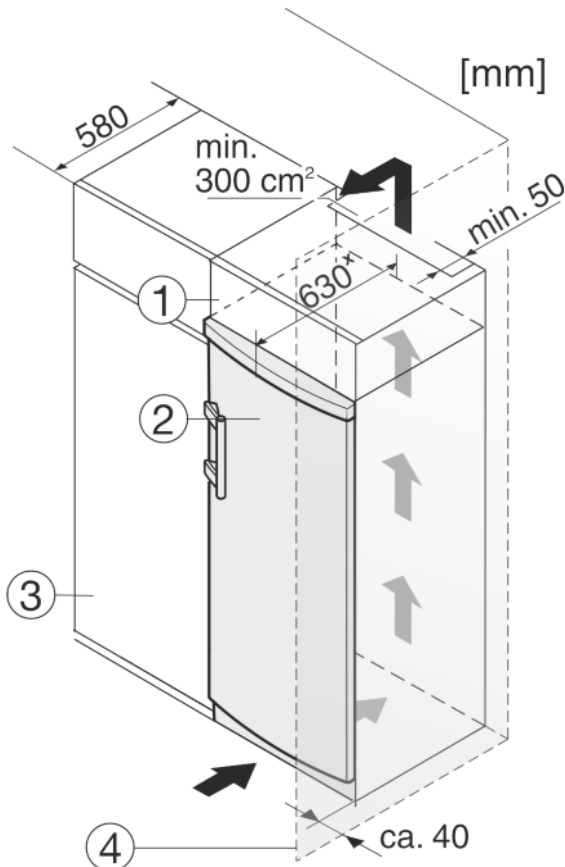

Fig. 10
- (1) Rátét szekrény (3) Konyhaszekrény
(2) Berendezés (4) Fal
A készüléket körbe lehet építeni konyhaszekrényekkel. Rá lehet szerelni egy rátét szekrényt Fig. 10 (1), hogy a készüléket Fig. 10 (2) a konyhabútorok magasságához igazítsa.
Ha a berendezést (max. 580 mm mélységű) konyhaszekrényekkel építi körül, akkor közvetlenül a konyhaszekrény Fig. 10 (3) mellett is felállíthatja. A készülék oldalirányban 34 mm^x, a közepétől pedig 50 mm^x távolságban nyúlik túl a konyhaszekrény előlapjához képest.
Mikor a berendezést a csuklópántokkal egy fal Fig. 10 (4) mellett állítja fel, akkor a berendezés és a fal közti távolság legalább 40 mm legyen. Ez nyitott ajtó esetén megfelel a fogantyú túlnyúlásának.